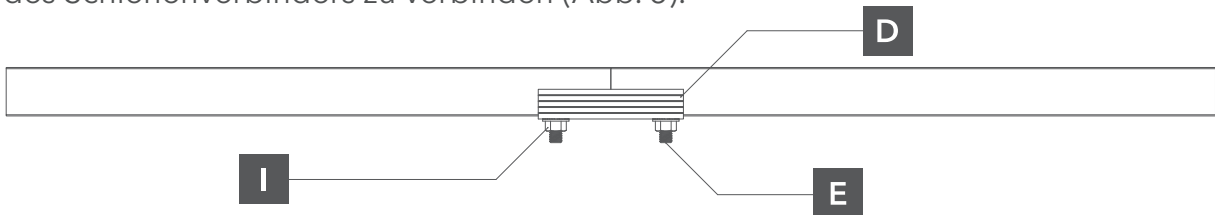

Abb. 5. Verbindung der Montageschienen
- 4** Wenn ein System mit einer größeren Anzahl von Reihen bestellt wird, können die Montageschienen unterschiedliche Längen haben. Es ist erforderlich, sie mithilfe des Schienenverbinders zu verbinden (Abb. 5).